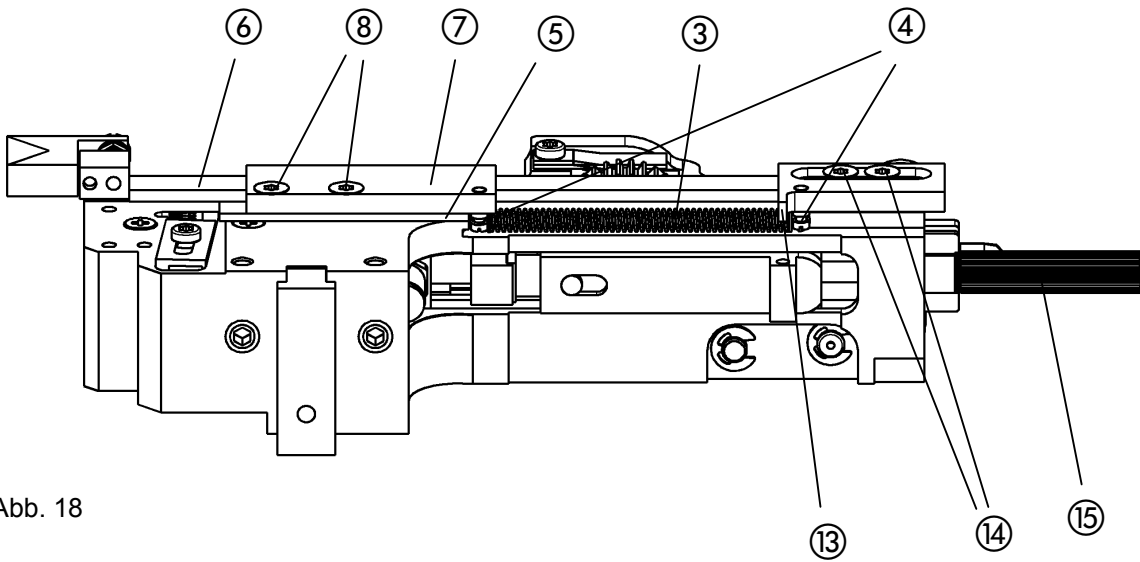

Abb. 18
- Abb. 18 -
- Zugfeder ③ in die beiden Federbolzen ④ einhängen.
- Distanzplatte ⑤ an Heftkopf anlegen.
- Abb. 18, Abb.18a, Abb. 19 -